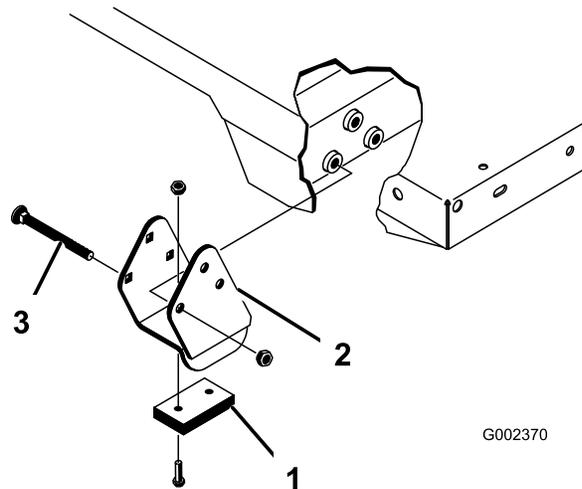

図 34
**注** スペーサブラケットとウェアブロック(図 34)はキャリッジボルトで固定しますが、このボルトは必ず頭を機械内側に向けてください。
レビスピンとリンチピン（各2個）を取り付ける（図 34）。
- 荷台を下げた状態のまま、各シリンダロッド端部を荷台取り付けプレートのスロットに固定する；クレビスピンとリンチピンを使用。クレビスピンは荷台の外側から差し込み、リンチピンが荷台の外側に向いているようにする（図 34）。後ろ側のスロットはフルサイズ荷台の取り付け用で、前側のスロットは2/3荷台の取り付け用。